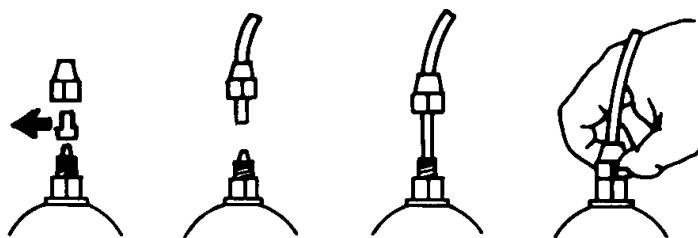

Fig. 7
e.- Sfilare le due capsule di protezione dai raccordi, inserire fino in fondo i tubetti sui relativi attacchi conici e bloccarli con le apposite ghiere di fissaggio (Fig. 7).